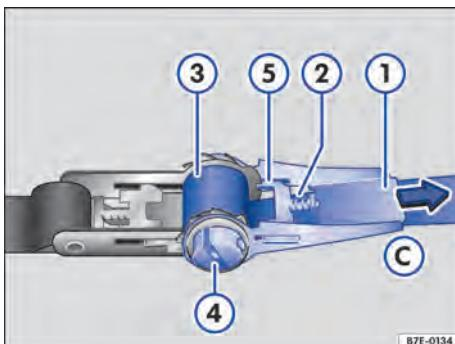

Fig. 128 Apertar o cinto com catraca.
- Pressionar o cursor → Fig. 128 ② para fora.